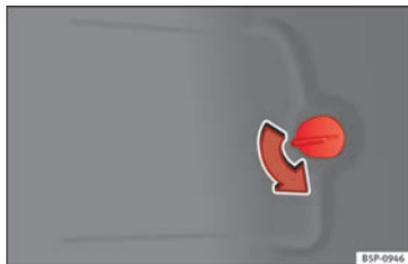

Fig. 189 Luci sulla carrozzeria.
- Rimuovere lo sportello del pannello laterale del bagagliaio » **fig. 189**.